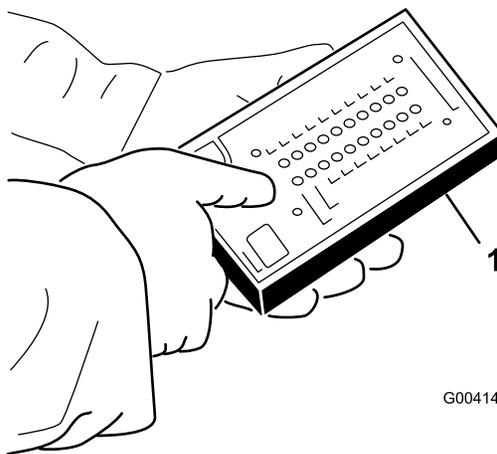

Bild 28
5. Schließen Sie den Stecker der ACE-Diagnostik an den Rückführungsstecker des Kabelbaums an (Bild 28).